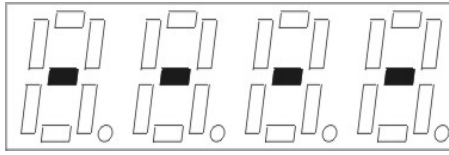

Рисунок 9
- Включить прибор. На экране появятся горизонтальные штрихи (рисунок 9).